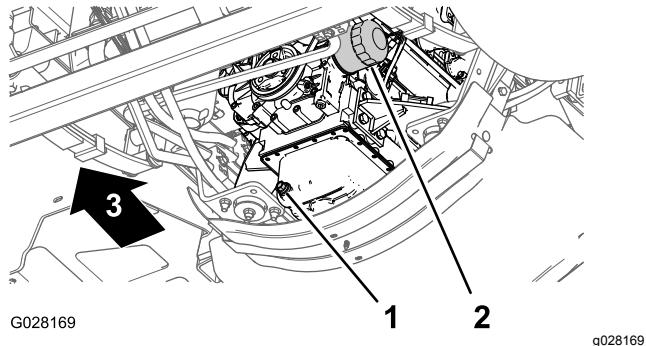

图 71
3. 在机油滤清器下放一个放油盘图 71。
- 4. 拆下旧机油滤芯图 71。
8. 将机油滤清器安装到滤清器安装座上顺时针旋转机油滤清器直至橡胶垫片接触到滤清器安装座然后再将滤清器拧紧 $\frac{1}{2}$ 圈图 71。
1. 对齐排放塞下的排放盘图 71。
2. 拔掉排油塞让机油完全排出图 71。